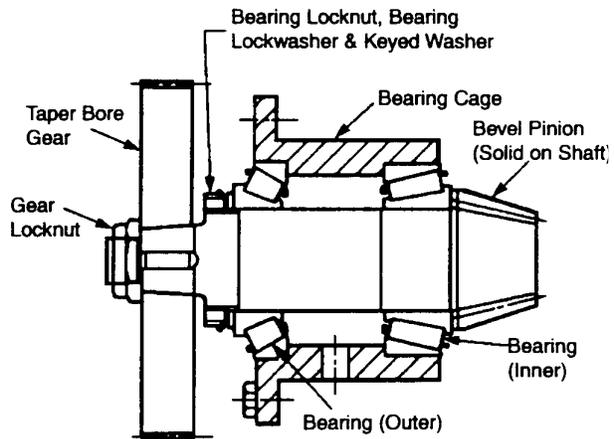

Figure 5 BEVEL PINION ASSEMBLY
11. BEVEL PINION SHAFT -- Figure 5.